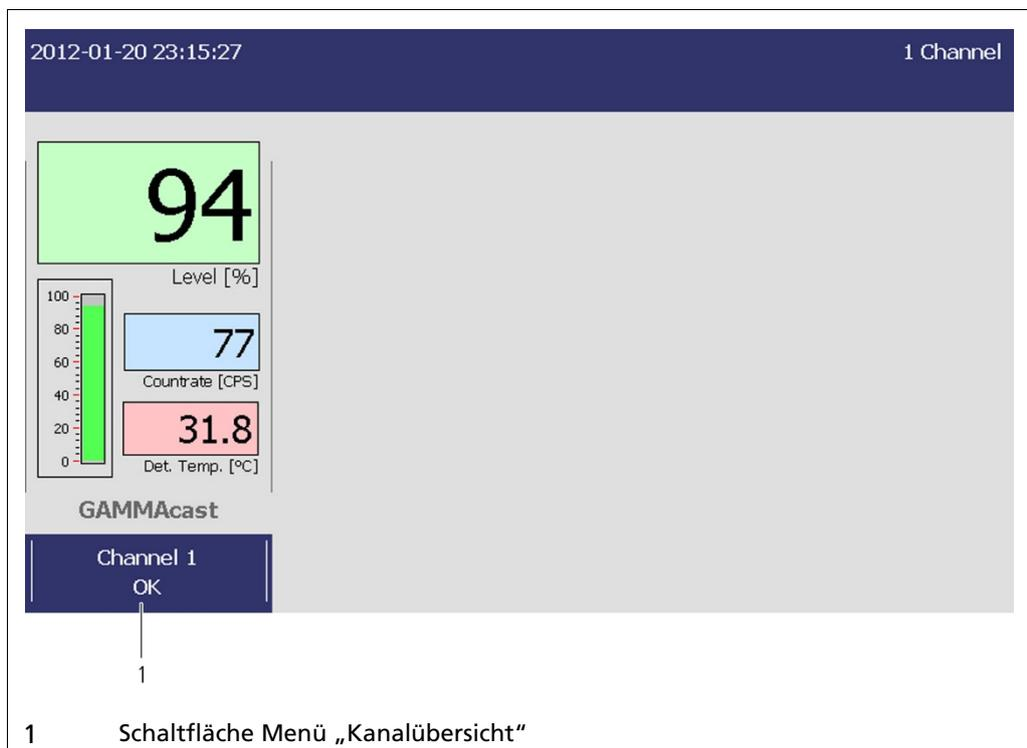

Abb. 51 Startseite mit einem Kanal
1. Klicken Sie auf der Standardanzeige auf die Schaltfläche <Kanal XY> (Abb. 51, Pos. 5), um in das Menü „Kanalübersicht“ zu gelangen.